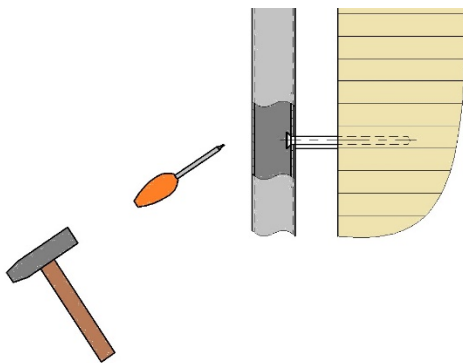

Рис. 6
2.4. Затянуть анкера до упора. Пробить с помощью молотка и крестовой отвертки №4 и снова протянуть до упора (РИС. 6).